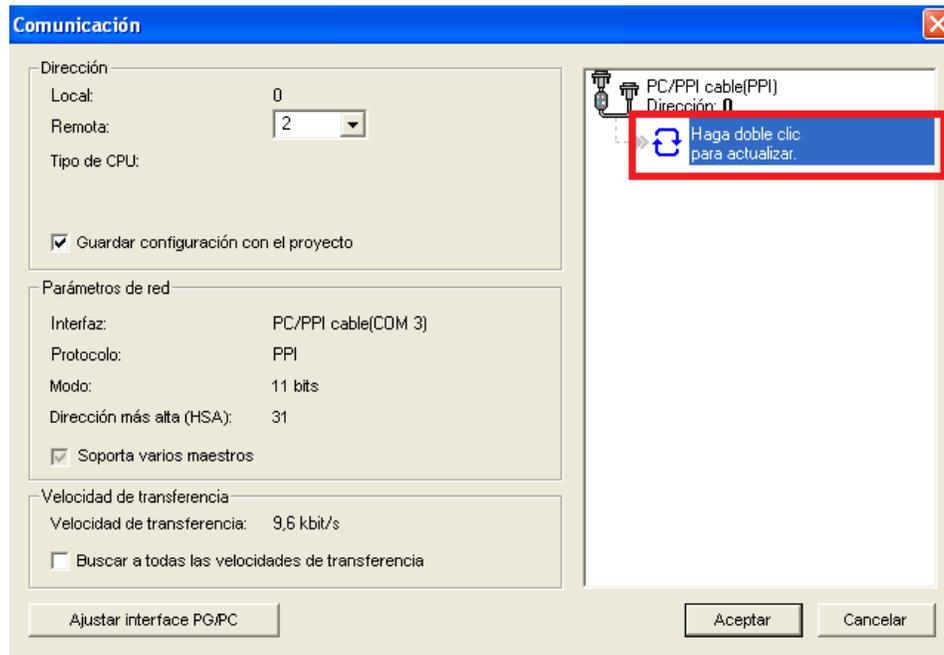

Imagen 13.
4.7. Hecho esto, regresará a la pestaña anterior. Ahora, en la parte derecha observará un botón que dice “Haga doble clic para actualizar”. Una vez haga doble clic sobre este mensaje, espere mientras se realice la actualización. (Ver imagen 13)